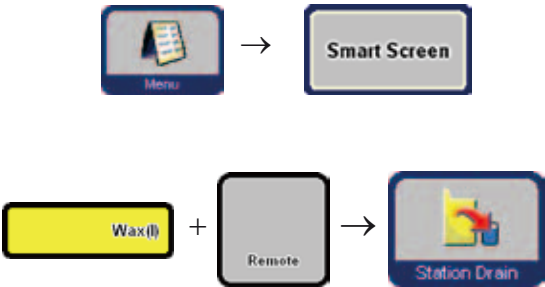

图 56
- 选择要排液的蜡缸和外接容器 (图 56, “Remote” (外接))。然后按下 **STATION DRAIN** (站点排液)。